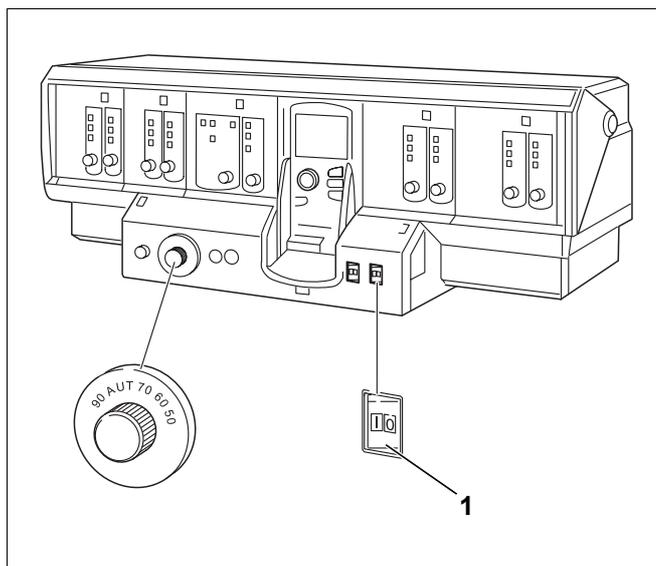

Bild 70 Beispieldarstellung Logomatic 4311
- ▶ Betriebsschalter (Bild 70, **Pos. 1**) am Regelgerät in die Stellung „0“ schalten.